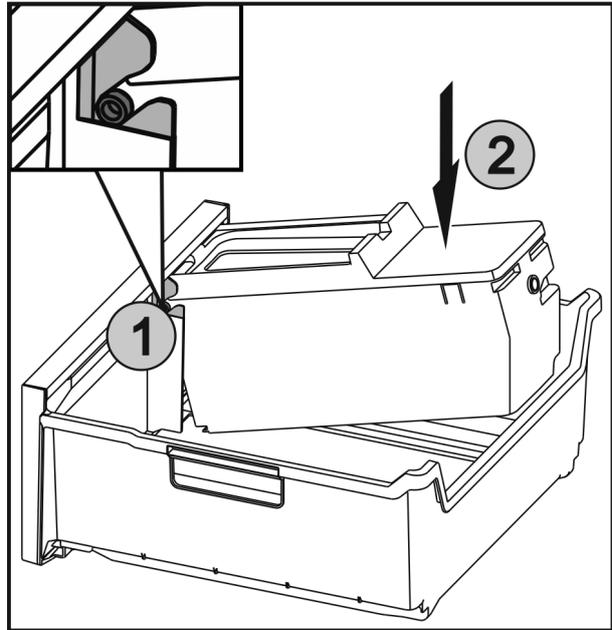

Fig. 62
- ▶ Die Achsen Fig. 62 (1) an EasyTwist-Ice in die Führungen einschieben und die hintere Seite Fig. 62 (2) bis die Lasche einrastet drücken.